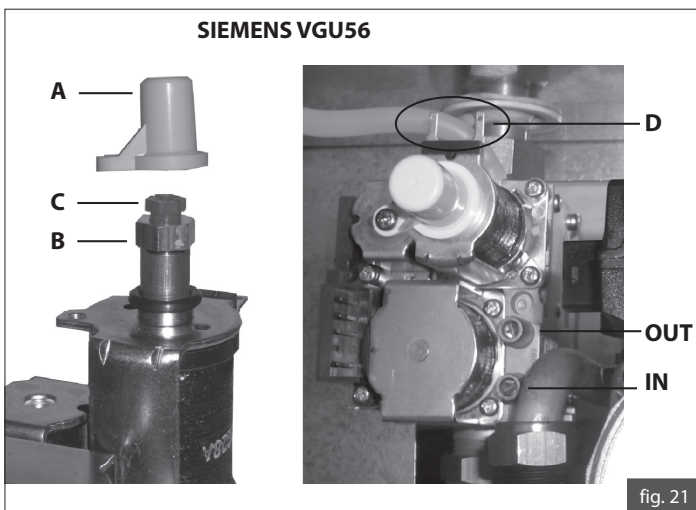

fig. 21
- quitar la tapa de plástico A (fig. 21, 22 o 23), colocada en el extremo de la bobina del modulador, que protege los tornillos de ajuste del regulador de presión;
- conectar un manómetro en la toma de presión IN (fig. 21, fig. 22 o fig.23) para controlar la presión de entrada y OUT (fig. 21, 22 o 23) para controlar la presión de salida;
- girar en sentido HORARIO la tuerca B de latón de regulación del máximo (fig. 21, 22 o 23) para aumentar la presión en los inyectores, girarla en sentido ANTIHORARIO para disminuir la presión en los inyectores;
- desconectar eléctricamente la bobina del modulador D (fig. 21, 22 o 23);
- para regular el valor de la presión, manteniendo bloqueado la tuerca B de latón con una llave de 10 mm (fig. 21, 22 o 23), girar el tornillo C de plástico en sentido HORARIO para aumentar la presión, en sentido ANTIHORARIO para disminuirla;